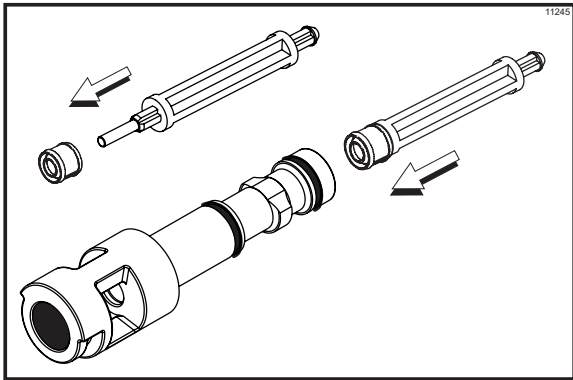

图 62
**重要说明：**检查搅拌杆轴封是否正确地安装在环槽内。磨损、缺失或安装不当的搅拌杆轴封会造成产品从出料阀的顶部泄漏出来。（见图 62）